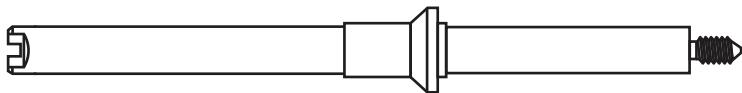

図 13 取り付けポスト (G4513-20561)
- 7 インジェクタ取り付けポスト (G4513-20561、図 13) を GC 注入口カバーのねじ山の刻まれた結合部に取り付けます。間違ったポスト (7683B ALS 取り付けポストなど) を使用すると、インジェクタは機能しません。このキットに付属の取り付けポストでは、G4513A インジェクタのみサポートされています。